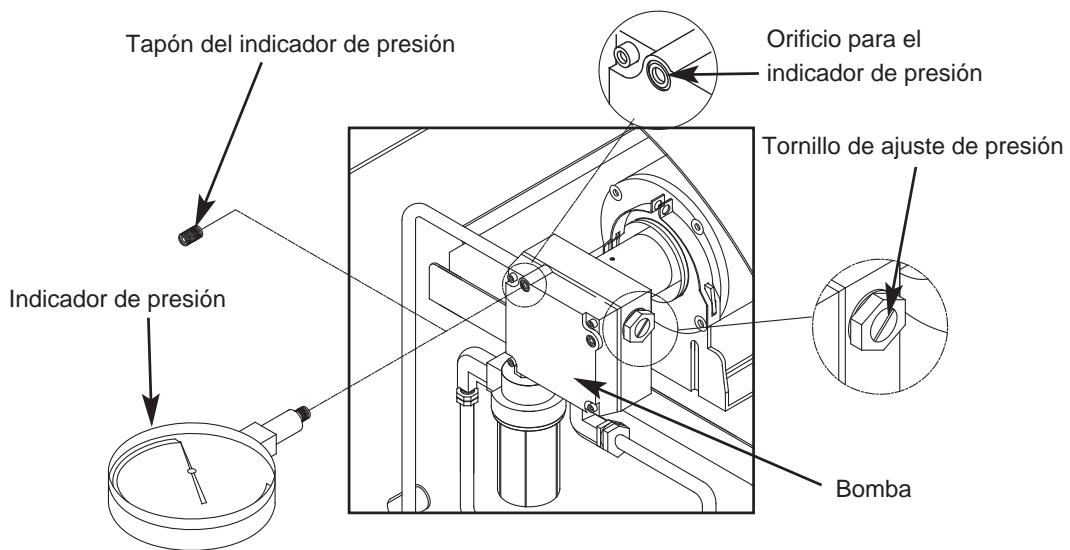

Figura 16. Ajuste de la Presión de la Bomba
- Instale un indicador de presión auxiliar en el orificio para el indicador de presión (consulte la Figura 16).